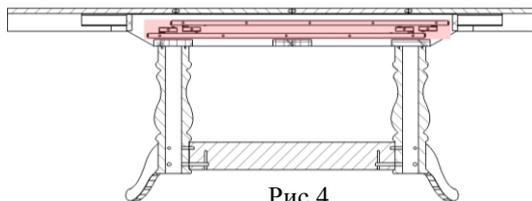

Рис.4.
6.1 Укладку вставок производить согласно схеме хранения вставок (Рис.4.). Открыть замки. Максимально раздвинуть столешницы. Привести вставки в положение 1 (Рис.3) и переместить их на мягкие поверхности. К первой вставке, для исключения забоя ЛКМ, к стороне с замками прижать коврик из ППУ (13), закрывая всю поверхность. Удерживая вставку и прижатый к ней коврик аккуратно уложить первую вставку лицом вверх (замками вниз) внутрь подстоля. Положить на первую вставку второй коврик из ППУ (13). Далее уложить на второй коврик вторую вставку лицом вниз (замками вверх). Сдвинуть столешницы, закрыть замки.